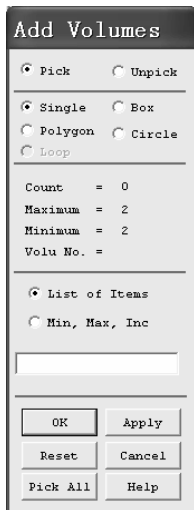

图 2-68 “Add Volumes” 窗口
(4) 依次选择 Main Menu>Preprocessor>Modeling>Operate>Booleans>Add>Volumes，弹出“Add Volumes”窗口（见图 2-68）。单击“Pick All”按钮，两个分离的方块变成一个整体，即使再受力时，这两个方块也始终不会分开。